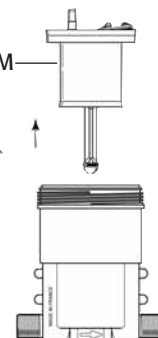

Fig. 21
- Sacar el pistón motor (Fig. 21-M) tirando hacia arriba.